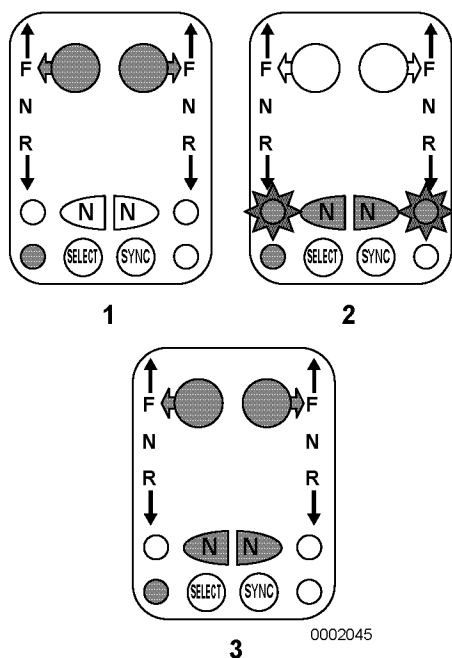

Figura 14
1. Mueva la palanca de mando a una posición de ralenti embragada (ralenti adelante o ralenti atrás) (**Figura 14, (1)**) y pulse el botón N (punto muerto), (**Figura 14, (2)**) del lado de esa palanca, en el mando de control. El indicador N (punto muerto) (**Figura 14, (2)**) parpadeará para indicar que se ha activado el modo de gas de rango partido.
Ponga la palanca de mando en una posición de ralenti embragada (ralenti adelante o ralenti atrás) (**Figura 14, (3)**). Pulse el botón N (punto muerto) que se encuentra junto a la palanca en el mando de control. El indicador N (punto muerto) dejará de parpadear, para indicar que se ha desactivado el modo de gas de rango partido.